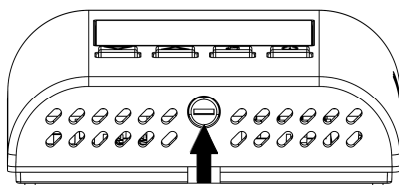

Fig. 2
- 1 Spingere, con l'aiuto di un cacciavite, la linguetta plastica situata nella feritoia in basso fino a sollevare leggermente la calotta (Fig. 2).